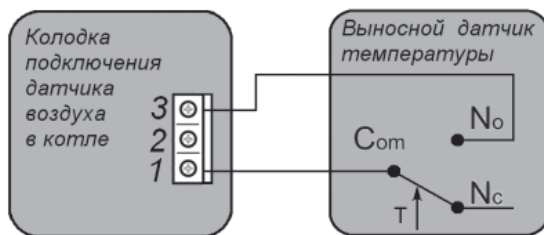

Рис. 9. Схема подключения выносного датчика температуры
2. Подключить выносной датчик температуры воздуха или хронотермостат к клеммам 1, 3 по схеме (рис. 9).